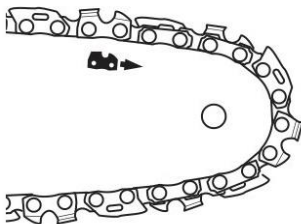

Abb. 13
Kontrollieren Sie die Spannung der Kette durch Anheben der Kette der Säge (14) gegen das Gewicht des Produkts. Die richtige Spannung der Kette ist erreicht, wenn die Kette der Säge sich in der Mitte ungefähr 2 - 4 mm vom Führungsschwert (13) entfernen kann (Abb. 13, 14).